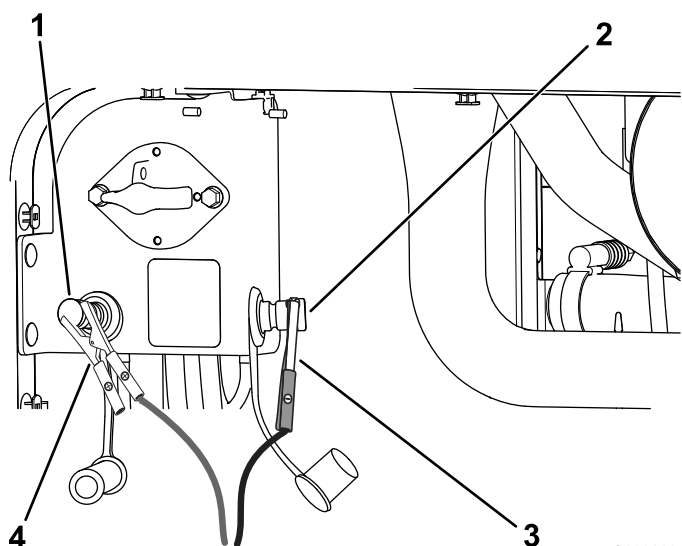

Figura 106
4. Collegate il cavo di avviamento positivo (+) al polo di avviamento positivo (Figura 106).
5. Collegate il cavo di avviamento negativo (-) al polo di avviamento negativo (Figura 106).
e che, successivamente, scolleghi il cavo di avviamento positivo (+) (Figura 106).